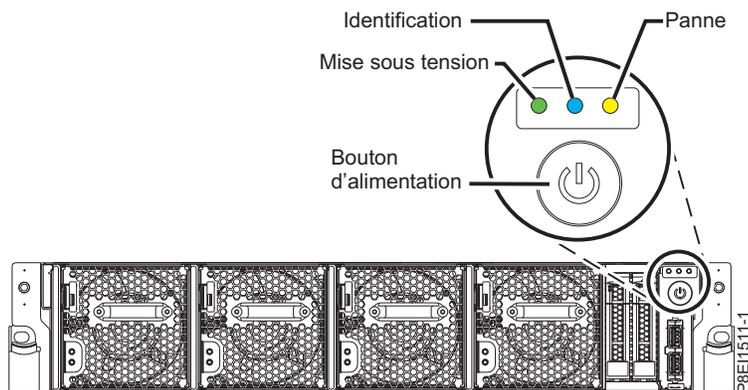

Figure 64. Bouton d'alimentation
- Le voyant de mise sous tension, illustré dans la figure 64, doit clignoter. Un voyant clignotant indique que l'alimentation de l'unité est en mode veille.
3. Appuyez sur le bouton d'alimentation illustré dans la figure 64. Le voyant de mise sous tension arrête de clignoter et reste fixe, ce qui indique que le système est sous tension. Les ventilateurs système tournent rapidement et après environ 30 secondes, ils reprennent leur vitesse de régime.